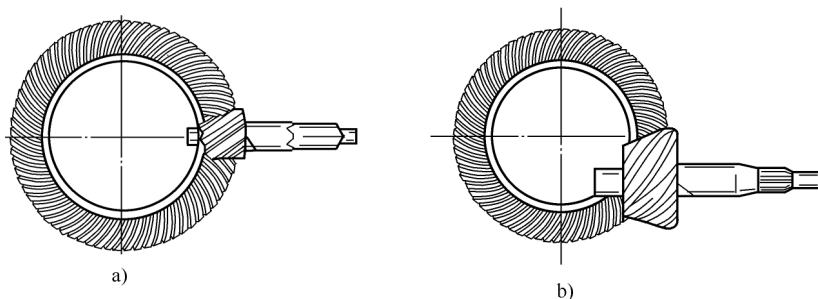

图 12-28 减速器主动齿轮的啮合位置
(2)结构紧凑,缩小了桥壳尺寸,普通圆弧锥齿轮主动齿轮位于从动齿轮的中心线上,而双曲线齿轮的主动齿轮位于从动齿轮的中心线以下,降低传动轴的位置,使整车重心降低,降低了传动轴的位置,见图12-28。